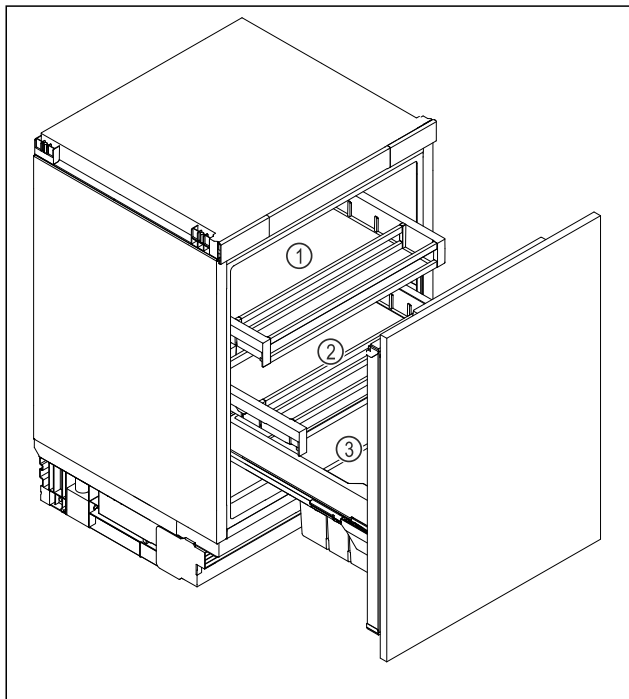

Fig. 6 Przykładowa prezentacja
- ▶ Górna szuflada Fig. 6 (1): Masło, ser, konserwy oraz tubki.
- ▶ Dolna szuflada Fig. 6 (2): Przechowywać bardzo łatwo psujące się produkty spożywcze, takie jak dania gotowe, ryby, mięso i wyroby wędliniarskie.
- ▶ Pojemnik na owoce i warzywa Fig. 6 (3): Przechowywać zapakowane owoce i warzywa.
- ▶ Półka na napoje Fig. 6 (3): Umieścić pojedyncze butelki.